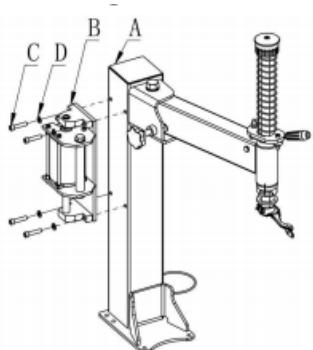

Abb.4
- Befestigen Sie die Basis B mit 4 Schrauben M10\*45 C und Unterlegscheiben D an der linken Seite des Pfostens A (siehe Abb.4).